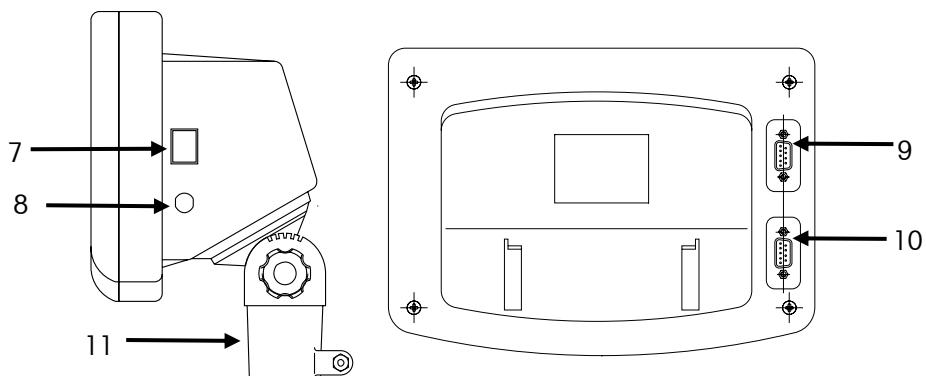

Abbildung 1-1. T21P-Indikator.
Schließen Sie den Netzadapter an die Strombuchse an und stecken Sie dann den Netzadapter in eine ordnungsgemäß geerdete Netzsteckdose ein. Die LED „AC“ leuchtet auf (Abbildung 1-1, Punkt 1).
5. Stecken Sie das Wägezellenkabel in den Wägezellensteckanschluss des Indikators (Abbildung 1-1, Punkt 10).